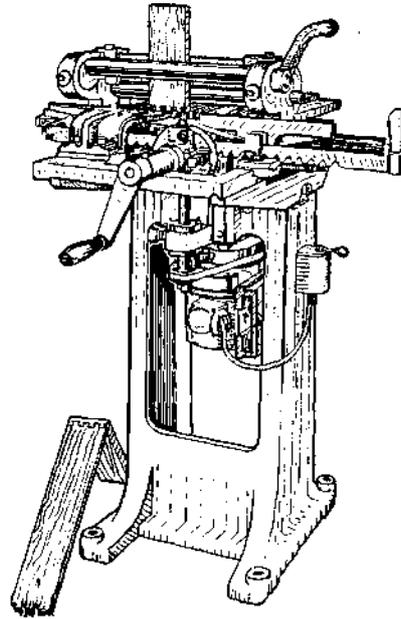

Fig. 91
*Emalhetadeira.* — É uma máquina especial para fazer malhetes de vários tamanhos, com rapidez e perfeição, em gavetas de todos os formatos (Fig. 91).